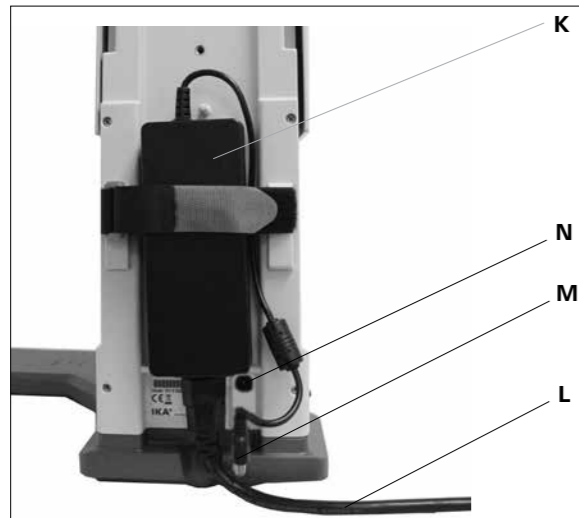

Fig. 9
3.) A kapcsolóüzemű tápegység rögzítése. (Fig. 9)
- Rögzítse a kapcsolóüzemű tápegységet (K) a készülék hátoldalára. Fixálja a tépőzárral úgy, hogy a két fület összehúzza a hálózati tápegység felett. A tépőzár nem lehet a kapcsolóüzemű tápegység alatt.
- A kisfeszültségű csatlakozódugót (M) helyezze a csatlakozóaljzatba (N). (Fig. 9)
- Dugja be a hálózati kábelt (L) a kapcsolóüzemű tápegységbe és kösse össze a feszültségforrással.